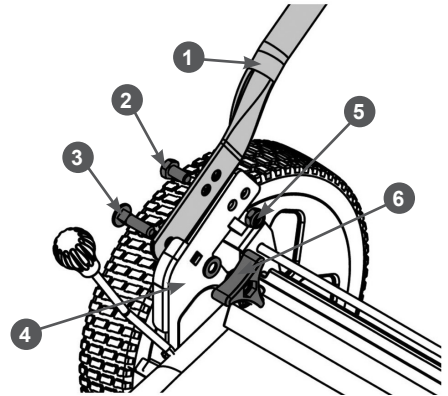

Рис. 3 Установка нижней части рабочей рукоятки
3. Установите нижнюю часть рабочей рукоятки. Совместите отверстия в кронштейне и рукоятках и закрепите нижнюю часть рабочей рукоятки на кронштейне с помощью болтов и гаек, как показано на Рис. 3.
*Нижнюю часть рабочей рукоятки можно установить в два положения (выше или ниже). Для этого установите болт 2 в соответствующую пару отверстий в кронштейне 4 и в нижней части рабочей рукоятки 1 (Рис. 3). Окончательную затяжку болтов и гаек выполните после установки верхней части рабочей рукоятки и проверки наиболее удобного положения рабочей рукоятки.*